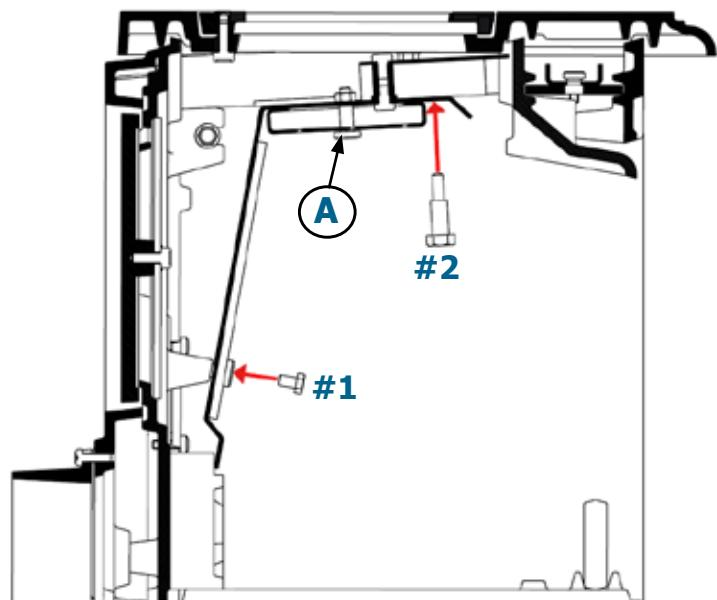

Figure 6 - Repose de la chicane
- Replacer la chicane (voir figure 6 et 7).
(figure 6 et 7)